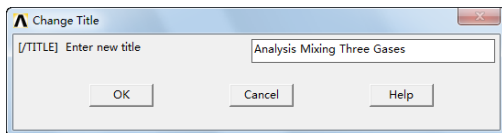

图 10-55 “Change Title”对话框
②定义工作标题: 依次选择 Utility Menu→File→Change Title, 会出现“Change Title”对话框, 在对话框中输入工作标题“Analysis Mixing Three Gases”, 如图 10-55 所示, 单击“OK”按钮关闭对话框。